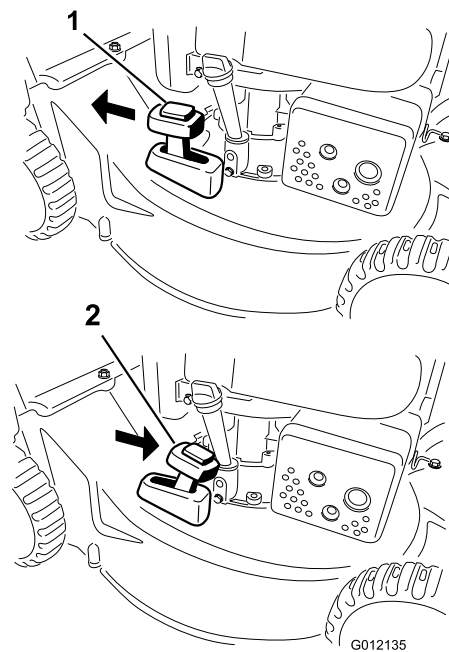

Figura 16
Para reciclar los recortes, mueva la palanca de ensacado a demanda al modo de **reciclado** (Figura 16).
ensacado (modelo 20836 solamente), como se muestra en Figura 16.
**Nota:** Si la bolsa de recogida está instalada en la máquina, retírela antes de proceder a la descarga lateral de los recortes; consulte Cómo retirar la bolsa de recogida (página 12). La palanca de ensacado a demanda debe estar en el modo de ensacado (modelo 20836 solamente), como se muestra en Figura 16.